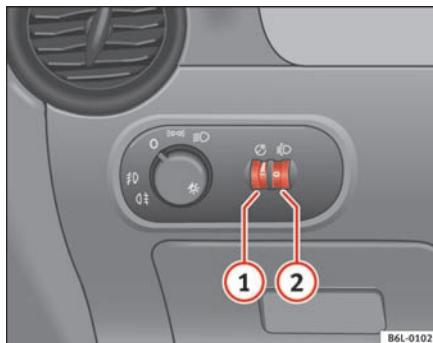

Fig. 56 Tablero de instrumentos: reguladores de la iluminación de instrumentos y mandos y del alcance de los faros
Con las luces encendidas se puede regular la intensidad de la luz de los instrumentos y mandos girando la ruedecilla moleteada → fig. 56 ①.